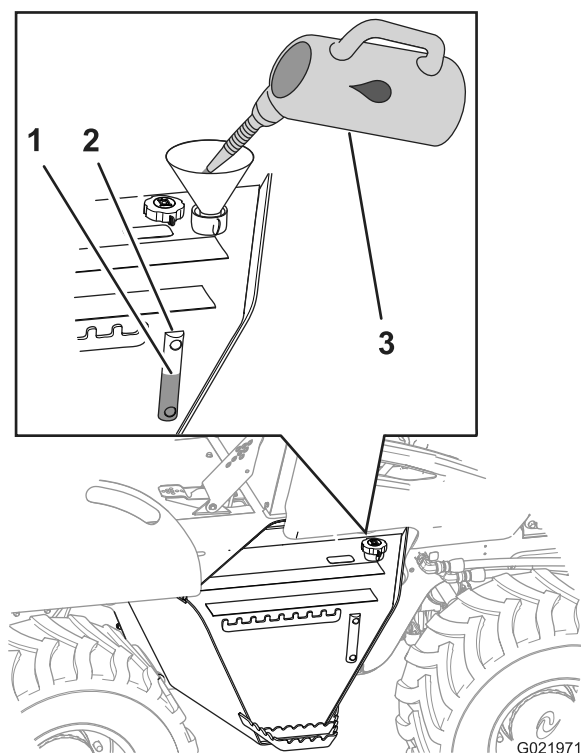

Figura 94
1. Abasteça o reservatório de fluido hidráulico com o fluido hidráulico especificado, até o nível atingir o ponto intermediário do visor de nível (Figura 94).
3. Instale a tampa de enchimento/respiro (Figura 94).